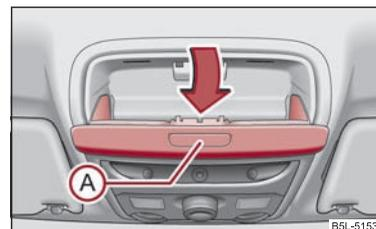

Fig. 93 Vano del padiglione del tetto: Scomparto per gli occhiali
- Premere il tasto (A) ⇒ fig. 93, lo scomparto portaoggetti si ribalta.